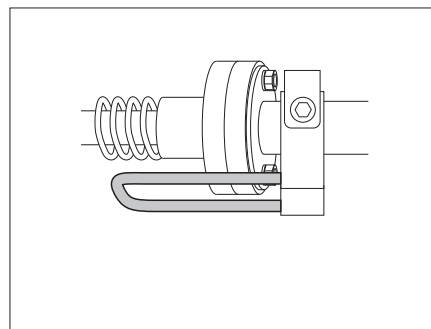

Fig. 147 Leva di sicurezza in posizione bloccata
► Prima di usare il letto, controllare che la leva di sicurezza si trovi in posizione bloccata (Fig. 147).
- Portare la leva di sicurezza in posizione bloccata (Fig. 147).